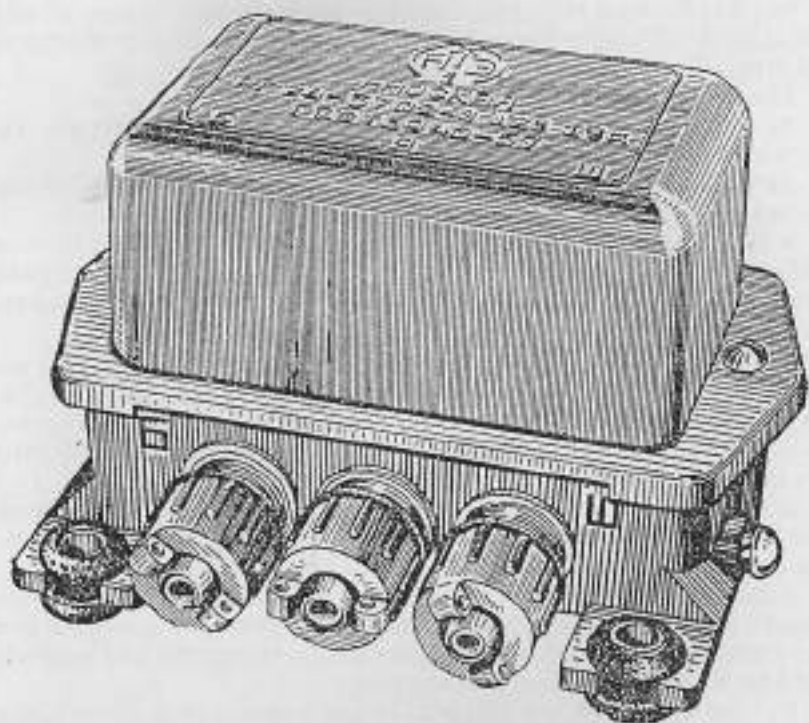

Abb. 44 Gesamtansicht des Reglerschalters PP24-3
4. Reglerschalter РР24-Э (Abb. 44).